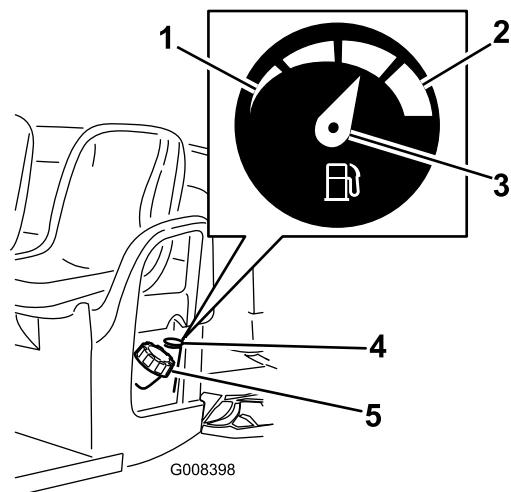

Figura 13
4. Pulite intorno al tappo del serbatoio del carburante (Figura 13).